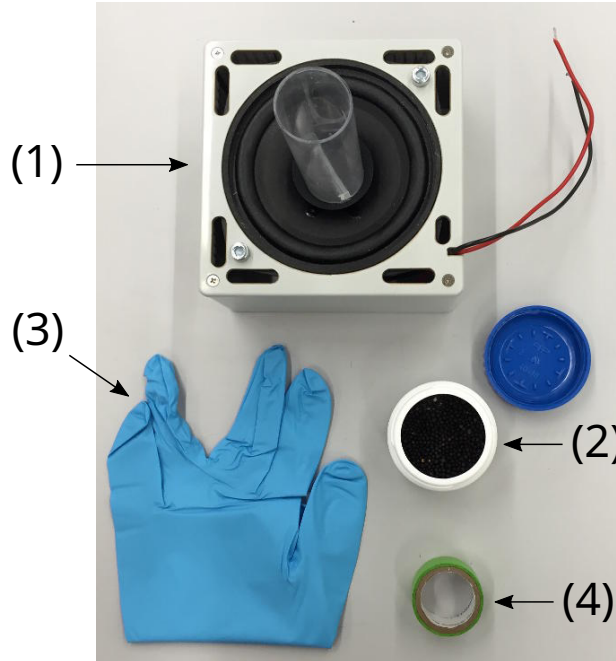

Figure 2: Additional equipment for this experiment.
- The amplitude of the saw-tooth signal can be adjusted using the right potentiometer labeled *speaker amplitude* (4). A DC voltage proportional to the signal amplitude is output on the *speaker amplitude* monitor socket (6) (with respect to the *GND* socket (7)). The numbers refer to the photograph (Figure 2) shown in the general instructions.
-Verilən siqnalın amplitudu sağ tərəfdə olan amplitud vintinin (4) atvorka ilə fırladılması ilə dəyişdirilir. Siqnalın amplitudu (6) və (7) girişlərindəki DC gərginliyi ilə mütənəsbdir. Rəqəmlər "Ümumi Göstərişlərdəki" şəkillərə uyğundur.